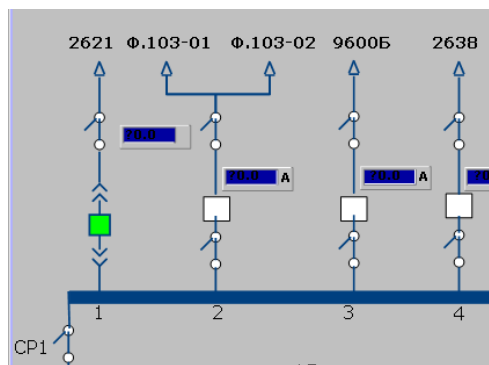

Рисунок 7.4 – Пример ячейки КРУ, размещённой на схеме
- По необходимости подобрать размер элемента, установить цвет контура, задать толщину контура и разместить на схеме (Рисунок 7.4).